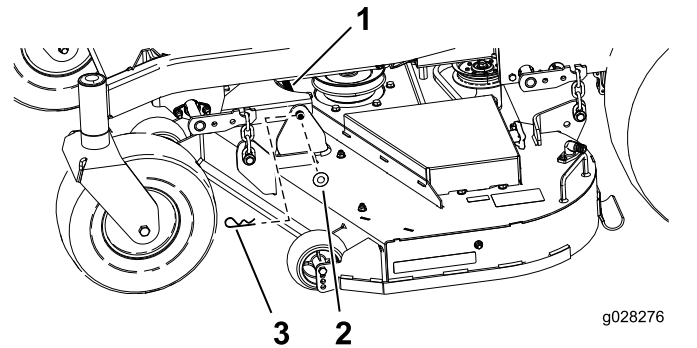

Figura 76
- Retire la chaveta y la arandela que sujetan el pasador de enganche al bastidor y a la carcasa; retire el pasador de enganche (**Figura 76**).
9. Sujete el perno de enganche con las chavetas y las arandelas que retiró anteriormente (Figura 76).